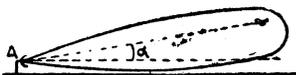

Figure 13
c) **Miroir cylindro-parabolique.** — Il n'est pas toujours désirable que le faisceau d'une antenne de radar soit cylindrique. Ainsi, dans un radar de veille à grande distance pour avion, la mesure de l'angle de site (angle de l'objectif au-dessus de l'horizon) est peu précise, du fait que cet angle est en général très petit. D'autre part, il faut que le faisceau explore un certain angle de site α qui correspond à la hauteur maximum d'un avion à la distance d'exploration (fig. 13).